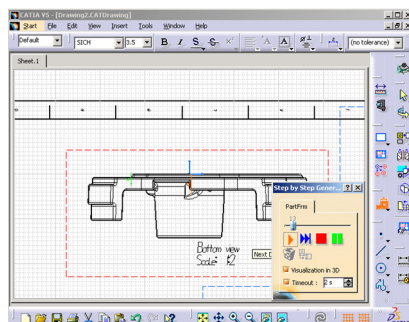

图 6-546
- » 步骤03 单击该窗口中的 Next Dimension Generation 按钮，开始以 2s 的时间间隔逐步自动生成尺寸，如图 6-546 所示。